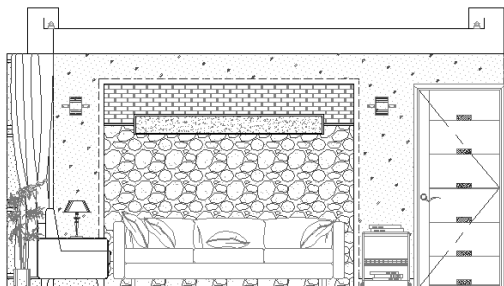

图 17.76 插入共享资源
(23) 插入【插入块】命令，采用默认参数，插入随书光盘中的“/素材源文件/绿化植物-01.DWG”，结果如图 17.76 所示。
(24) 将“尺寸层”设置为当前层，使用快捷键 D 激活【标注样式】命令，将“建筑标